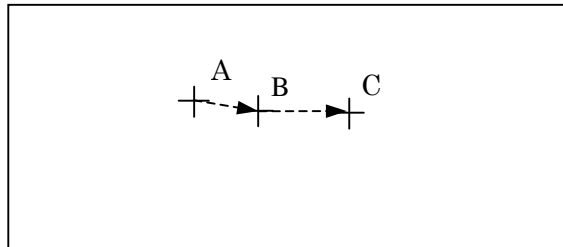

图 13.1.4 (d) 触摸板的拖曳
- 2) 此时获得的坐标按照图 13.1.4 (e)所示方式变化。